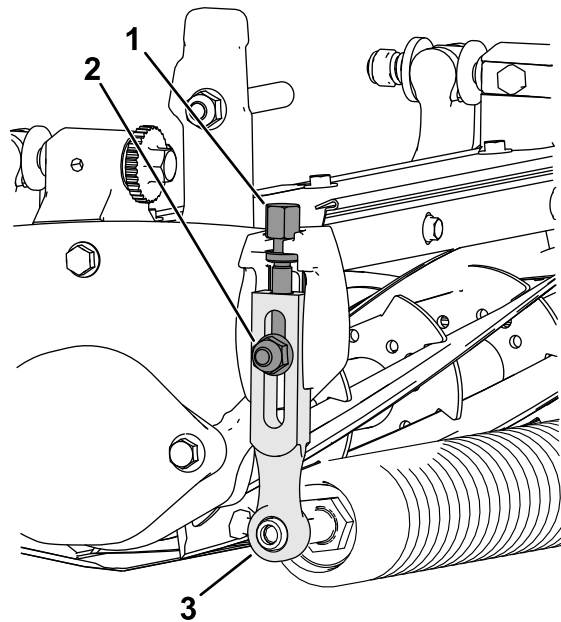

Figure 14
1. Desserrez les contre-écrous qui fixent les bras de hauteur de coupe aux plaques latérales de l'unité de coupe (Figure 14).